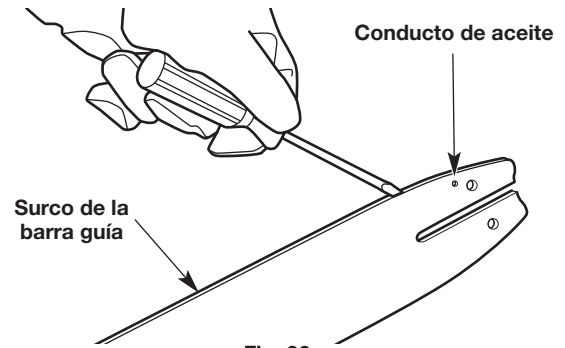
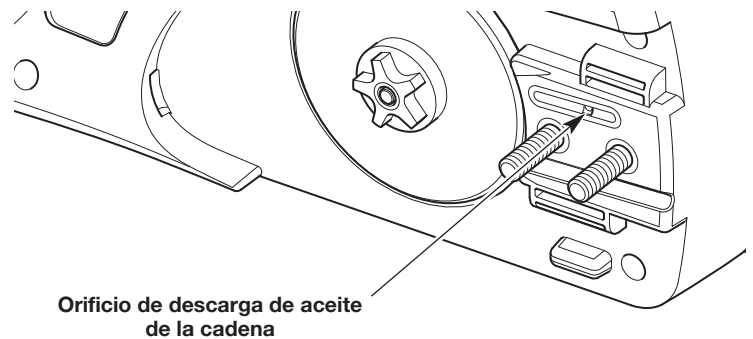

Fig. 36
Fig. 37
2. Limpie la canaleta de la barra de guía y los pasos de aceite siempre que se extraiga la cadena, cuando la unidad se ha usado mucho o cuando la cadena de la sierra parece estar sucia. Use un destornillador, una espátula, un cepillo de alambre o similar para retirar los residuos de la canaleta de la barra de guía (Fig. 36). Utilice un alambre liso y pequeño para eliminar cualquier desecho del orificio de descarga de aceite de la cadena (Fig. 37).